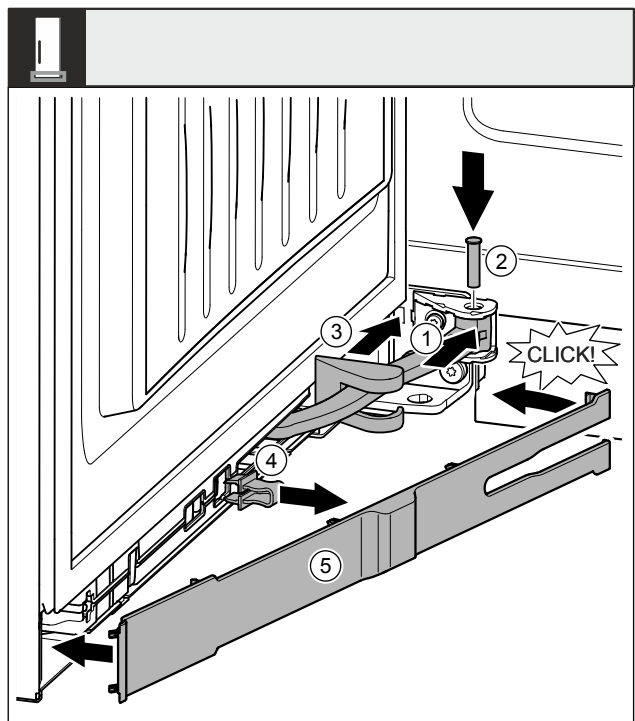

Fig. 50
- ▶ Pagrieziet šarnīru Fig. 50 (1) viru mehānismā.
- ▶ Ievietojiet tapu Fig. 50 (2) ar skrūvgriezi viru mehānismā un šarnīrā. Uzmaniet, lai fiksācijas izcilnis pareizi atrastos rievā.
- ▶ Bīdiet gultņa balsta pārsegu Fig. 50 (3) gar šarnīru un uzstādiet virs viru mehānisma.
- ▶ Noņemiet aizturi Fig. 50 (4).
- ▶ Pielieciet aizsegu Fig. 50 (5) no roktura puses un pievienojiet.